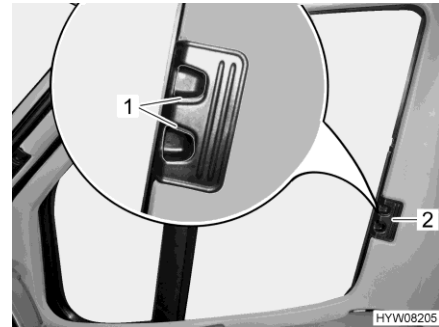

Fig. 41 Tendina oscurante pieghevole per il finestrino del conducente/passeggero
- Inserire fino all'arresto le tendine oscuranti pieghevoli per il finestrino del guidatore e del passeggero per la maniglia (Fig. 41,2).
- Fare innestare le maniglie di sbloccaggio (Fig. 41,1).